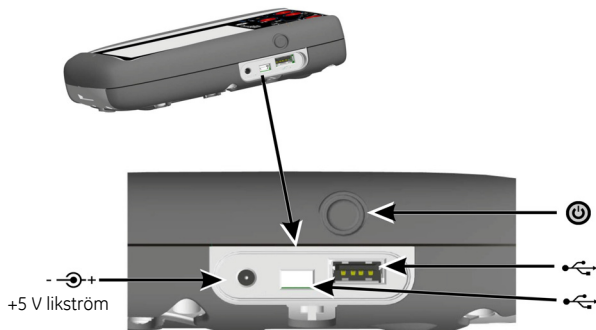

Fig. 2, sidovy
1. Anslut likströmsförsörjningen/batteriladdningsenheten till +5 Vlikströmsanslutningen på sidan av enheten (ref: fig. 2, sidovy).
2. Batteriet kan också laddas via USB-anslutningarna (ref: fig. 2, sidovy).
Från AV – tryck på strömknappen (ref: fig. 2, sidovy) tills instrumentpanelen visas.